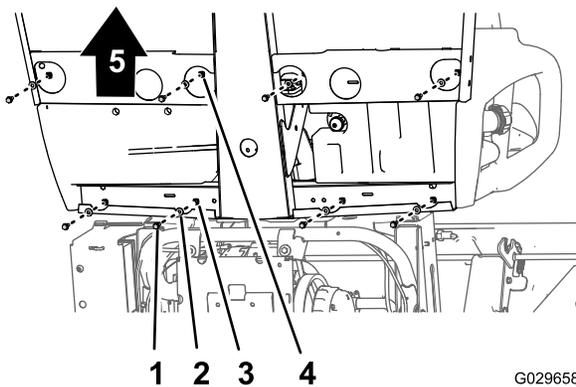
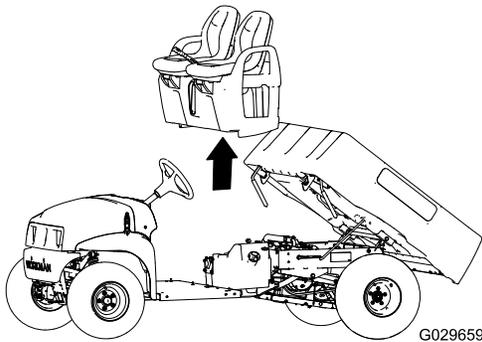

Figura 51
Figura 52
1. Na parte inferior da máquina, retire os 8 parafusos de cabeça flangeada e as 8 anilhas que prendem a base do banco à placa do chão e ao canal da cabina traseiro (Figura 51).
- Cuidadosamente, levante os bancos, a base do banco e os cabos do travão de mão da máquina (Figura 51).
1. Levante os bancos e a base do banco para a máquina e alinhe os cabos dos travões com o chassi (Figura 51 e Figura 52).
2. Alinhe os furos na base do banco com os furos na placa do chão e no canal da cabina traseiro (Figura 51 e Figura 52).